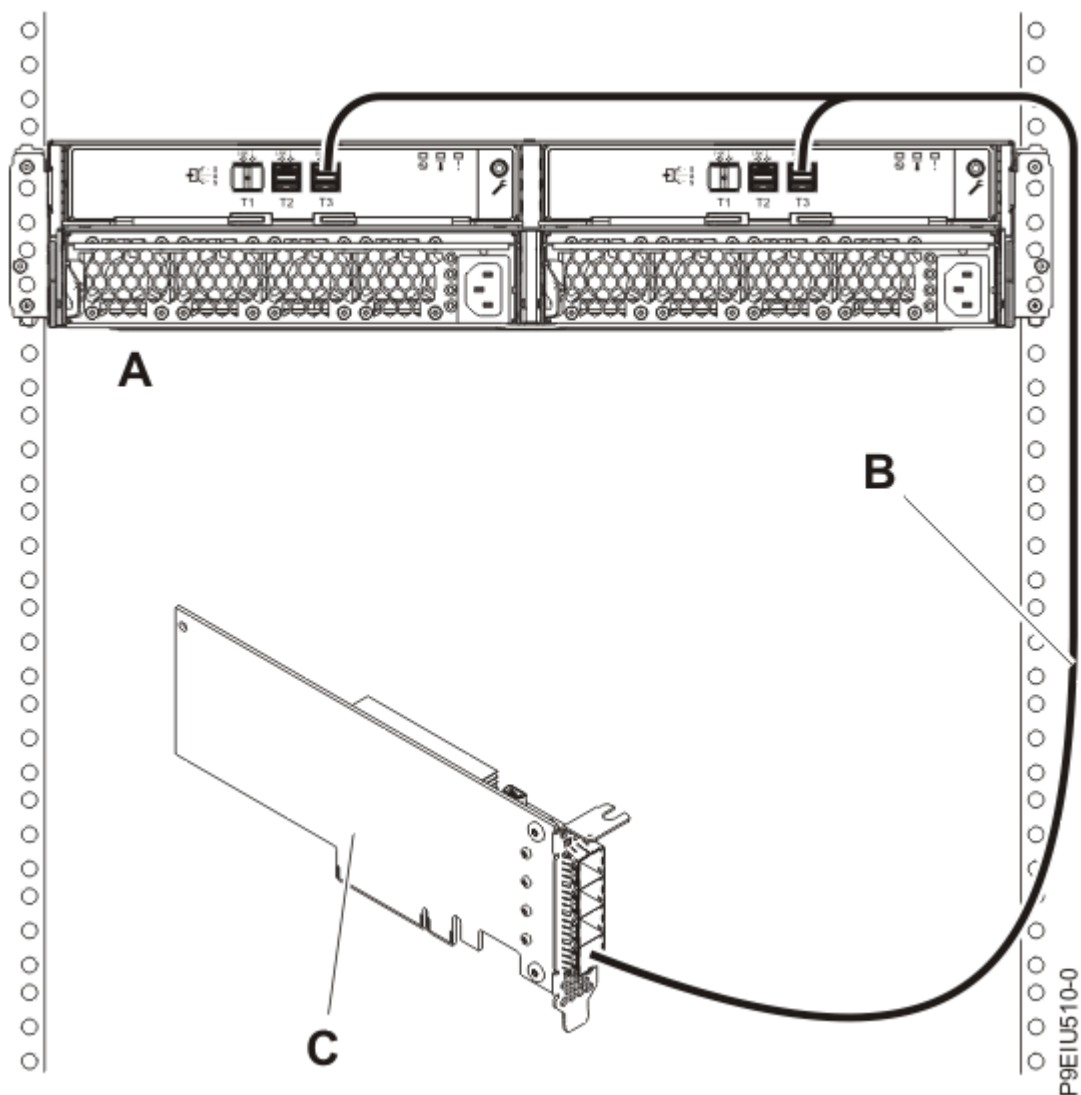

図 13. YO12 ケーブルを使用した、単一の FC EJ0J、FC EJ0K、または FC EJ0M の SAS アダプターへの 1 台の ESLL ストレージ・エンクロージャーまたは ESLS ストレージ・エンクロージャー のモード 1 接続
- 次に、19 ページの図 13 に示すように、YO12 ケーブル **(B)** を使用して 1 台のエンクロージャー **(A)** を単一の FC EJ0J、FC EJ0K、または FC EJ0M の SAS アダプター **(C)** にモード 1 で接続してから、30 ページの『ケーブルと電源コードの接続およびカバーの取り付け』に進みます。